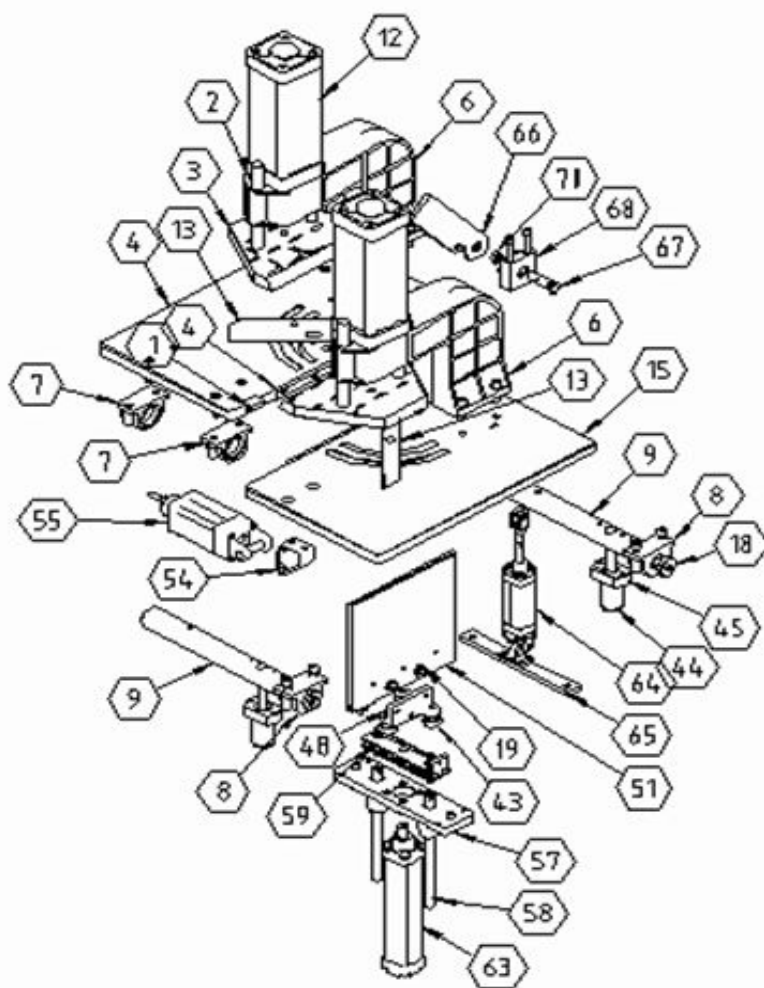

РИСУНОК 2
5.3.3 Поместите первый ПВХ профиль на правый стол (Рисунок 2, No. 15). Нажмите ножную педаль, направляющий угольник опустится (Рисунок 1, No. 66).
5.3.5 Поместите второй профиль на левый стол (Рисунок 2, No. 4) и прижмите его к другой стороне направляющего угольника. Снова нажмите на ножную педаль, чтобы зафиксировать профиль при помощи поршня зажима.